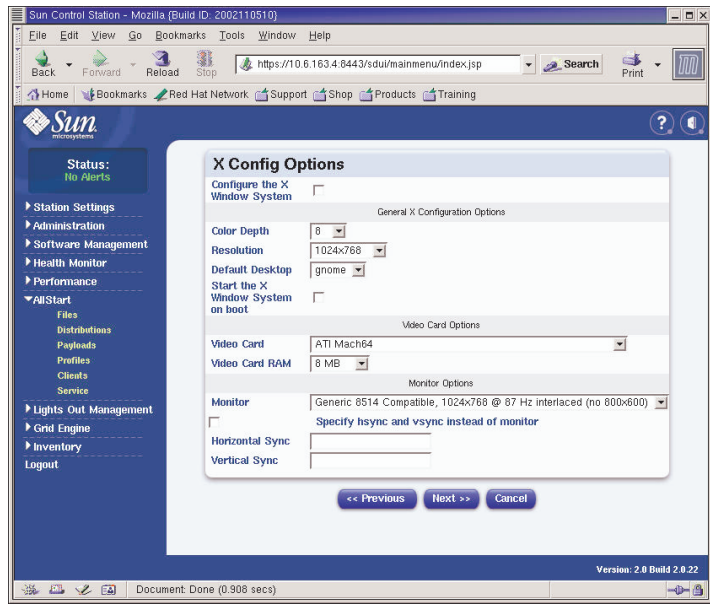

FIGURE 2-15 Fenêtre X Config Options (AllStart Profiles)
- f. Dans la fenêtre X Config Options, sélectionnez les options requises (voir l'exemple de la FIGURE 2-15). Ensuite, cliquez sur Next.